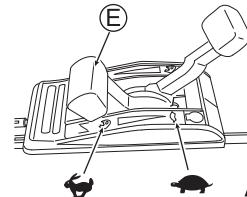

Abb. 13
- Vergewissern Sie sich, dass niemand hinter Ihnen steht, wenn Sie am Startergriff (V) ziehen.
- Umfassen Sie den Startergriff (V) mit festem Griff, wenn Sie daran ziehen.
- Lassen Sie den Startergriff (V) langsam zurück in die Ausgangsposition.
Nach dem Warmlaufen des Motors können Sie mit dem Mähen beginnen, indem Sie den Gashebel (E) auf "|\| " stellen. (Siehe Abb. 13)